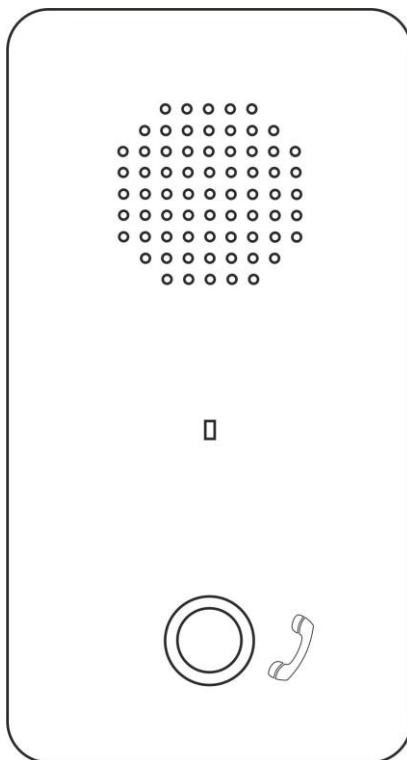

Рисунок 5.10. Абонентское устройство громкой связи GC-2001B1
1. Абонентское устройство громкой связи GC-2001B1 (рис.5.10).